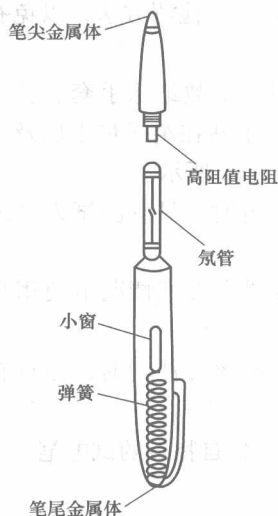
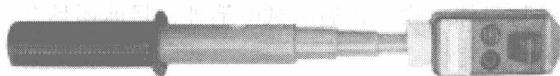

图 1-8 试电笔结构示意图
图 1-9 高压验电笔
(1) 禁忌随意更换试电笔的组件。试电笔，又称为测电笔、验电笔，简称“电笔”。它是一种电工工作时常用的工具之一，主要功能是测试电线、用电器或电气设备是否带电。普通试电笔由氖管、高阻值电阻、笔尖金属体、笔身、小窗、弹簧和笔尾金属体等组成。氖管主要作用是测量有电时发光，进而说明导线有电。高阻值电阻主要起限流作用。结构示意图如图 1-8 所示。高压验电笔由金属钩、氖管绝缘棒、护环、握柄等组成。实物外形如图 1-9 所示。